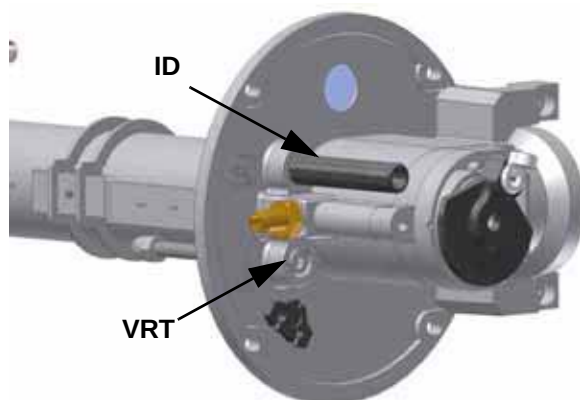
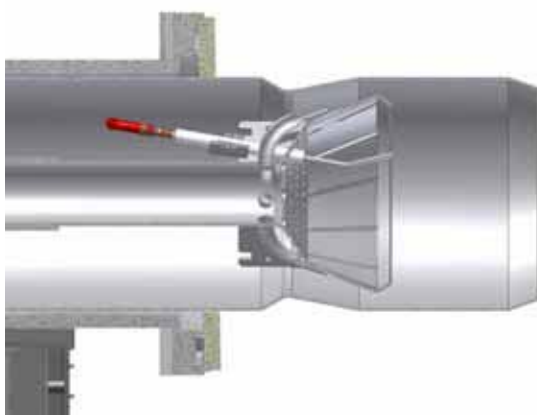

Рис. 31
Рис. 32: Головка сгорания, выдвинутая полностью вперед
- 2 На заводе-изготовителе головка сгорания горелки настраивается на положение максимальной мощности “MAX”. Настройка на максимальную мощность соответствует положению головки “выдвинута полностью вперед” - для стандартного типа горелок (Рис. 32) и положению “полностью назад” - для горелок с низкими выбросами NOx (Рис. 33). Установка головки в положении “полностью вперед” - подразумевает под собой ее выдвижение внутрь камеры сгорания котла, в то время положение “полностью назад” означает - в сторону оператора. Для снятия головки сгорания - прочитать пар. “Снятие и чистка головки сгорания “ на стр 40. Что касается работы на сниженной мощности, необходимо последовательно сдвинуть головку сгорания по направлению положения “МИН”, вращая винт **VRT** (Рис. 31) по часовой стрелке. Индикатор D указывает на перемещение головки сгорания.